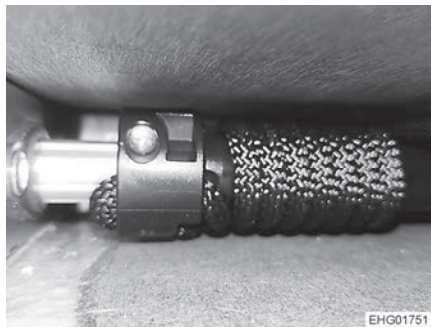

Bild 114 Vajerlindning
- Ta bort madrassen och kontrollera om vajerlindningen under den vita täckplattan ser ut som på bilden (Bild 114). Använd vid behov en ficklampa. Det är inte nödvändigt att ta bort locket.
- Kontrollera från både vänster och höger sida att upplindningen ser ut som på fotot (Bild 114) och att sängen har höjts jämnt.